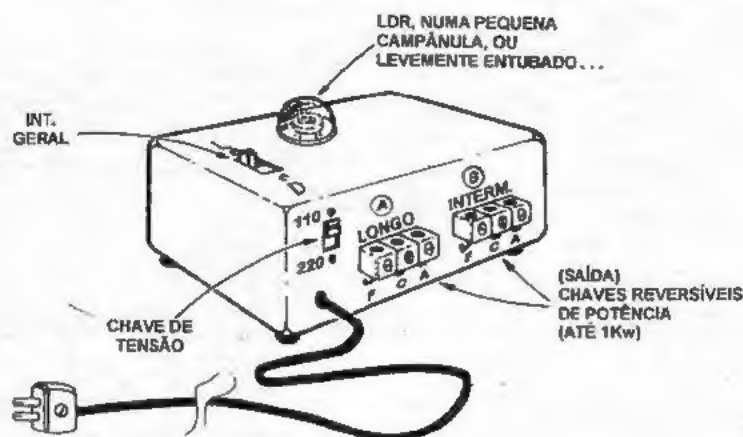

Fig. 5
- 1 - Caixa para abrigar o circuito (VER SUGESTÃO NA FIG. 5, MAIS ADIANTE...)
- 1 - Pequena campânula translúcida, ou pequeno tubo, com diâmetro compatível com as dimensões do LDR utilizado (VER FIG. 5)
- **FIG. 5 - A CAIXA DO SPIE**... - No item **OPCIONAIS/DIVERSOS** da **LISTA DE PEÇAS** o leitor/hobbysta notará que não especificamos medidas para o *container*, isso porque as dimensões da caixa dependerão do tamanho efetivo do transformador. (que pode variar um tanto...), da disposição externa adotada para os conectores e controles, tipo de acomodação dada ao foto-sensor (LDR), etc. De qualquer modo, não será difícil encontrar uma caixa padronizada plástica, de boa qualidade e preço moderado, nas dimensões e formas convenientes, resultando num *lay out* igual ou próximo ao sugerido... Observar, principalmente, a colocação do LDR, que